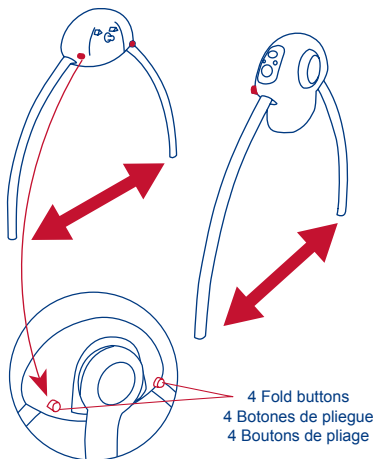

Fig. 1
- 1) • Unfold the left and right Frame Assemblies by pressing on the fold buttons and pulling the legs apart. (Fig. 1)
- Despliegue los montajes del armazón izquierdo y derecho presionando los botones de pliegue y separando las patas. (Fig. 1)
- Déplier les assemblages du cadre gauche et droit en appuyant sur les boutons de pliage et en tirant sur les jambes pour les séparer. (Fig. 1)